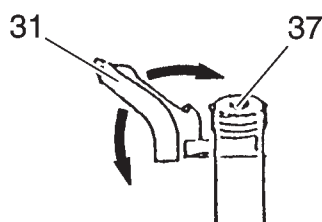

Рис. 27
- Слегка ослабьте крепежный винт 37 (рис.27).